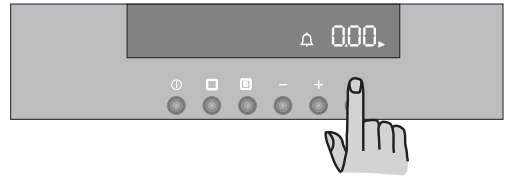

Рис. 8
- 1) Нажмите кнопку , для того чтобы выбрать функцию “Таймер” (Рис. 8). Соответствующий символ  начнет мигать, а на панели управления высветится “0.00”.